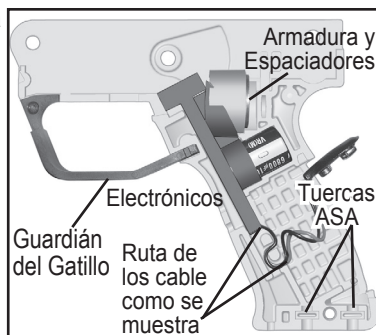

Figura 22: Parte Electrónica del Recibidor
1. Remueva los dos tornillos del ASA. Remueva los tres tornillos (32) y un tornillo (34) para separar las dos mitades del Recibidor E-Grip.
3. Para reensamblar, asegúrese de que el guardián del Gatillo, las 2 tuercas ASA, y todas las partes electrónicas (con los Espaciadores y la Armadura en su lugar) están en posición dentro del mango derecho como se ve en la figura 22.
5. Ponga los cables de la batería al rededor de los postes como se muestra en la (Figura 22) de tal forma que los cables no sean pellizcador o escarapelados cuando la mitad Izquierda el Recibidor esta siendo colocada.